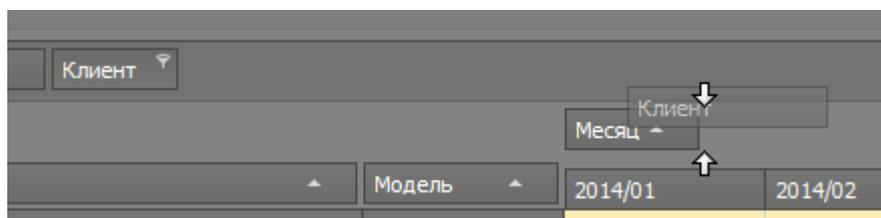

Рисунок 83
- возьмите кнопку с интересующим вас параметром (наведите указатель мыши и зажав левую кнопку мыши перетащите) (рис.83)
- добавьте перетаскиваемую кнопку в правое или левое поле зависимостей(рис.83).